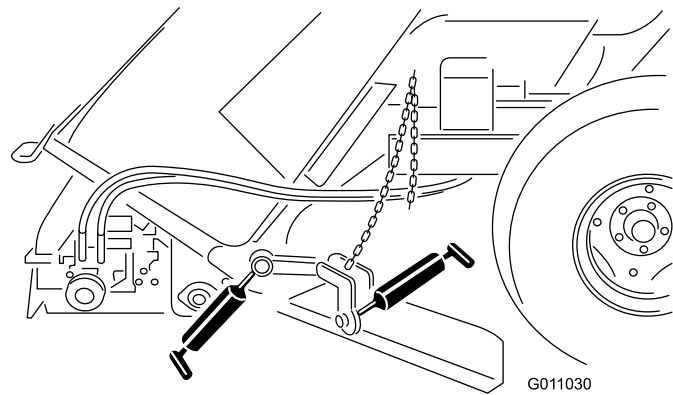

Bild 34
- Windrow Messerbefestigung (Bild 34).
- Windrow Messernabe (Bild 34)